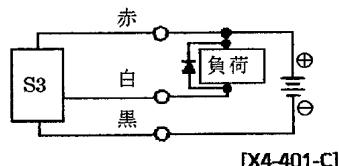

図3 誘導負荷にサージ吸収素子(ダイオード)を併用した例。ダイオードは日立製作所製V06C又は相当品を使用してください。
(2) 出力回路保護
- 誘導性負荷(リレー、電磁弁)を接続する場合には、スイッチOFF時にサージ電圧が発生しますので図3に示す保護回路を必ず設けてください。